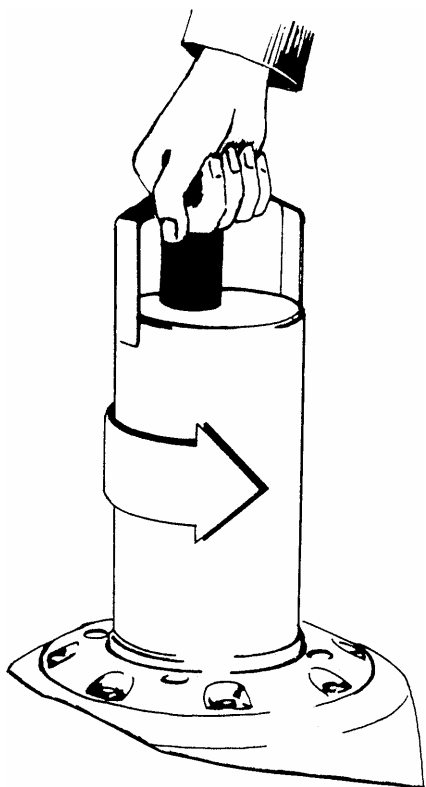

Рис. 7
- Удерживая насос рукой (Рис. 7), включить насос на короткое время. При этом насос дернется в направлении (вращение влево) обратном вращению мотора.